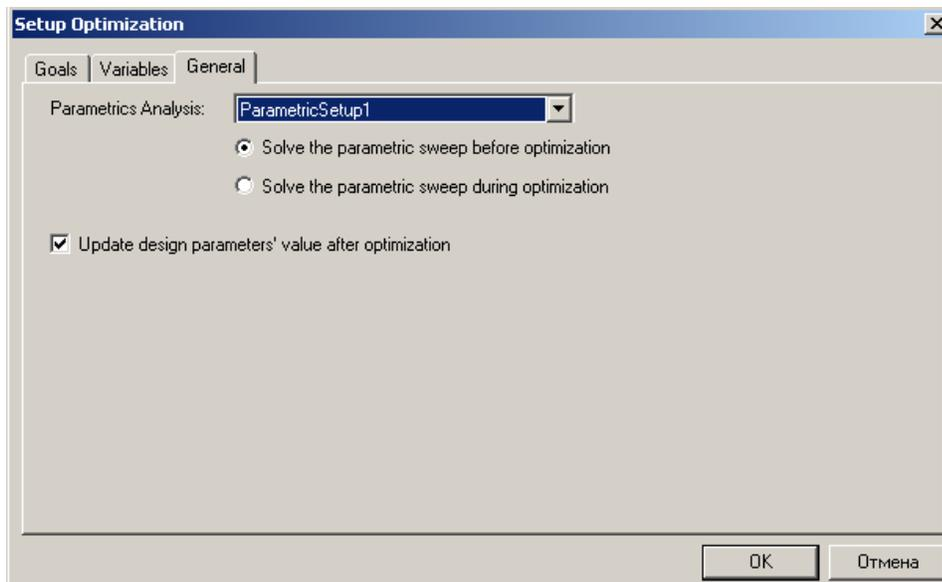

Рис. 12.20. Зкладка *General* диалога установки оптимизации
1. В диалоговом окне **Setup Optimization**, нажмите закладку **General** (рис. 12.20).